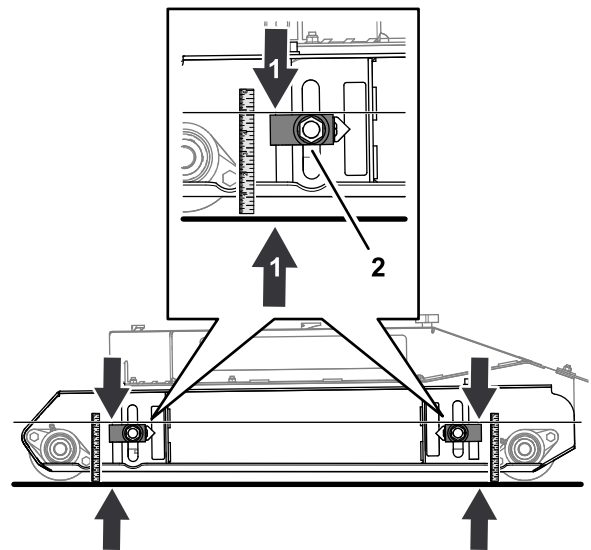

Figure 73
- Desserrez l'écrou qui fixe le bloc de réglage de hauteur de coupe (Figure 73).
- Déplacez le régleur de hauteur de coupe vers le haut ou le bas jusqu'à obtenir une mesure de 124 mm entre le haut du bloc de réglage et le sol (Figure 73).